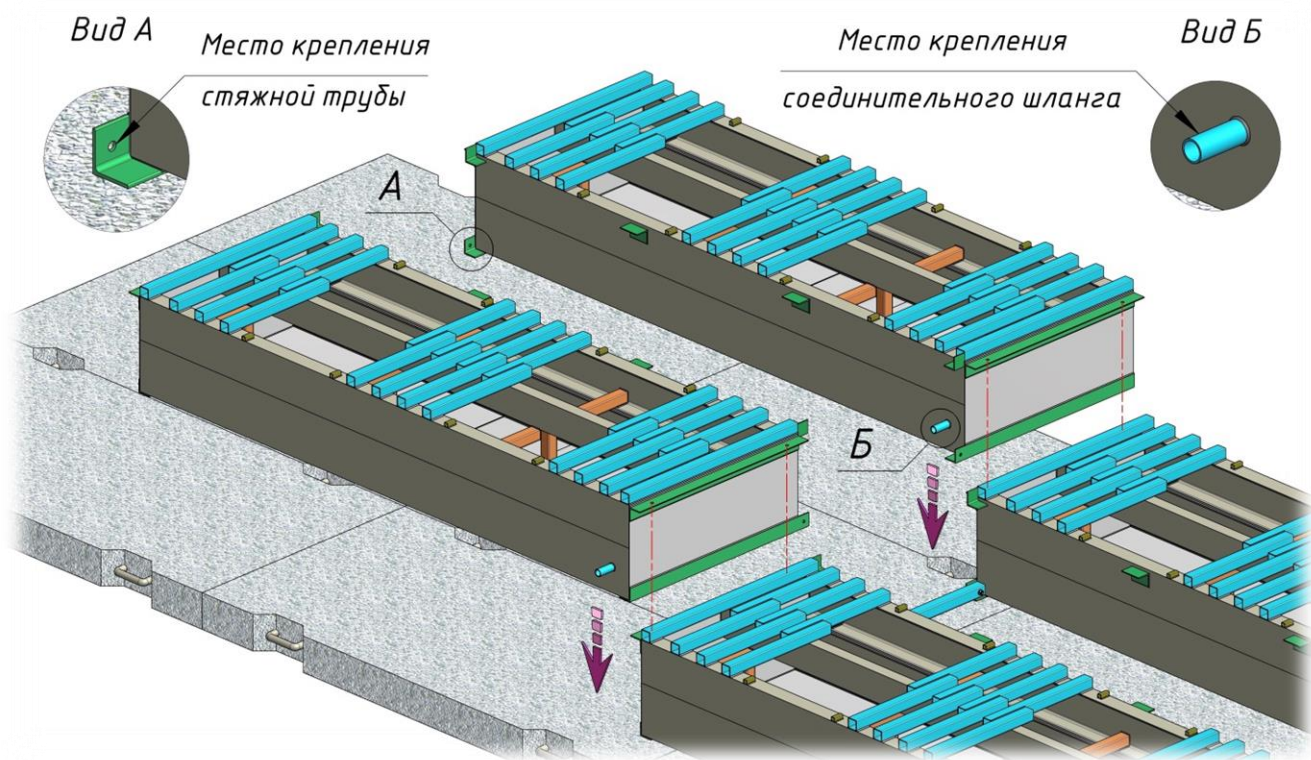

Рисунок 4
– далее устанавливаются оставшиеся два трапа, которые крепятся сзади к уже имеющимся трапам с помощью четырех болтов M12x40/гаек M12/шайб 12, с последующим соединением между собой двумя стяжными трубами с помощью четырех болтов M12x70/шайб 12/гаек M12 и соединительным шлангом, который затягивается червячными хомутами (смотри рис. 4);